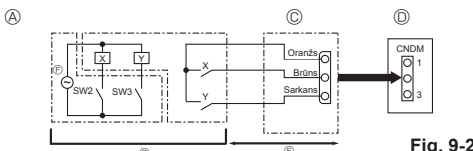

Fig. 9-2
9.2. Pieprasījuma funkcija (modifikācija objekta) (Fig. 9-2)